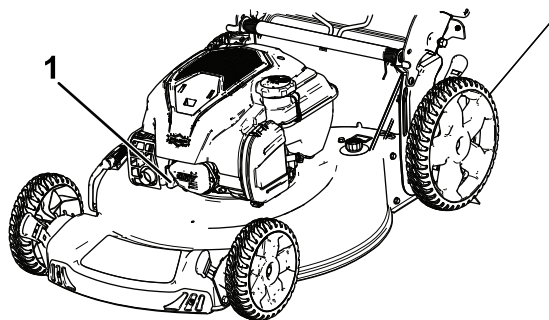

Figura 24
2. Scollegate il cappellotto dalla candela (Figura 24).